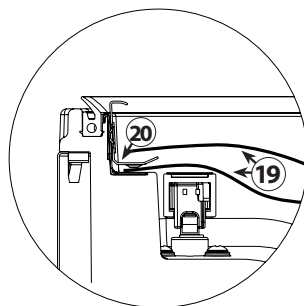

Fig. 1
5. Insérez le sachet (19) de manière à ce que la fixation (20) se trouve au milieu du côté ouvert du sachet. Une extrémité du sachet doit se trouver au-dessus de la fixation (20) et l'autre en dessous afin que l'air puisse être complètement aspiré hors du sachet. (Fig. 1)
7. Insérez le sachet (19) de manière à ce que la fixation (20) se trouve au milieu du côté ouvert du sachet. Une extrémité du sachet doit se trouver au-dessus de la fixation (20) et l'autre en dessous afin que l'air puisse être complètement aspiré hors du sachet. (Fig. 1)